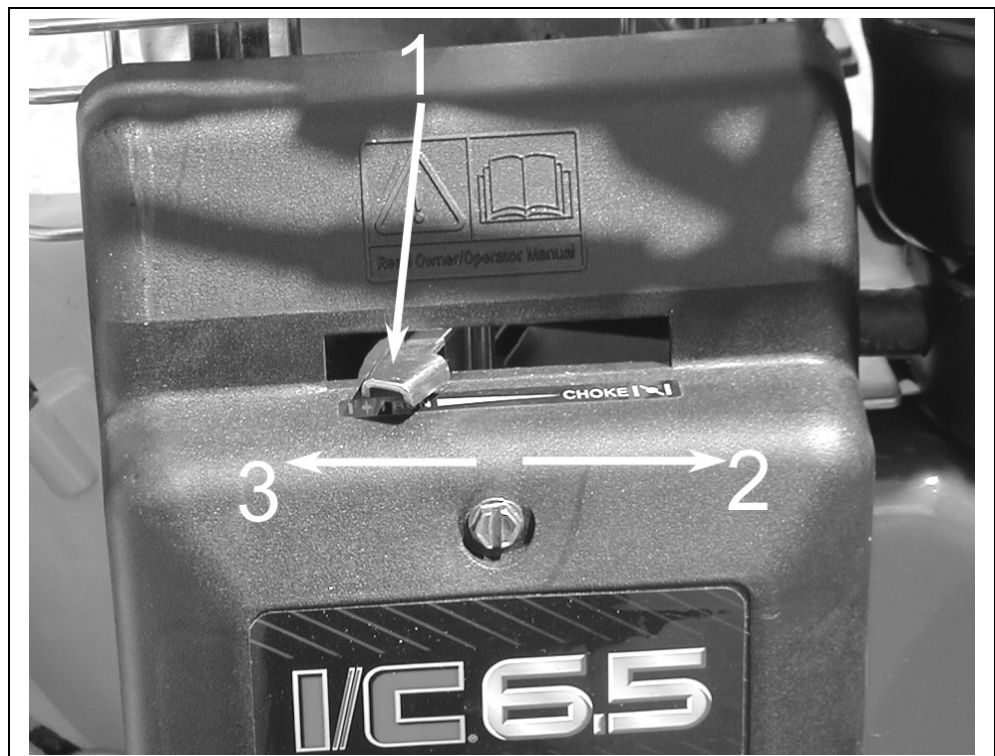

Figure 4
Il sert lors du démarrage à froid. Pour l'actionner, déplacez le levier (figure 4, repère 1) vers l'arrière (figure 4, repère 2). Une fois le démarrage effectué il faut ramener le levier sur la position ouverte (figure 4, repère 3). Ne l'actionnez pas moteur chaud, le moteur ne démarrerait pas.
- Tirez le levier de starter (figure 4, repère 1) vers l'arrière.